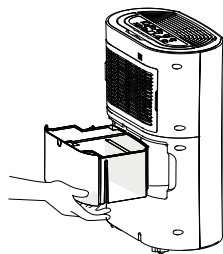

Рис. 2
2. Возьмитесь обеими руками за ручки для извлечения резервуара, энергично, но осторожно извлеките его из корпуса прибора (рис. 2).